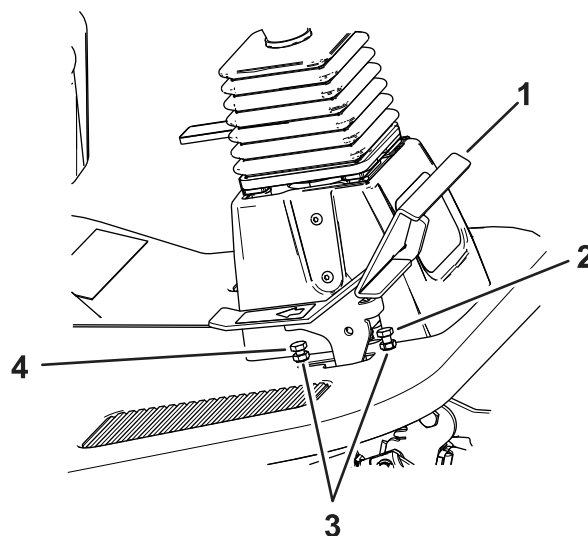

Figura 80
1. Spostate completamente in avanti il pedale di trazione (Figura 80).
- A. Utilizzando una chiave, tenete fermo l'arresto del pedale della trazione di marcia avanti e allentate il controdado sul lato posteriore della staffa (Figura 80).
- B. Spostate il pedale della trazione nella posizione desiderata (Figura 80).
pedale della trazione entra a contatto con il pedale della trazione (Figura 80).